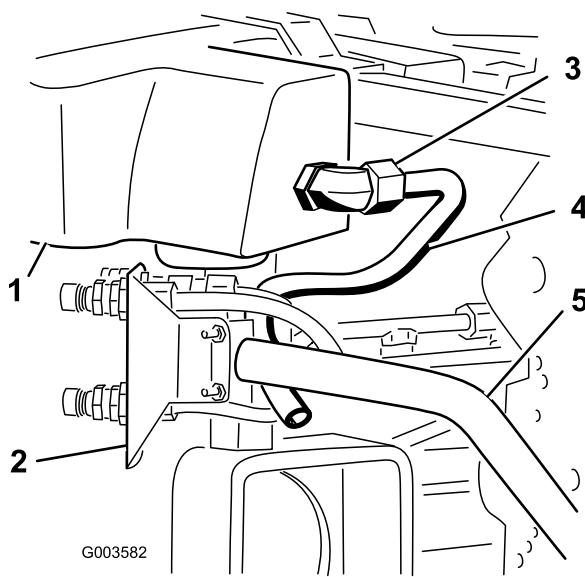
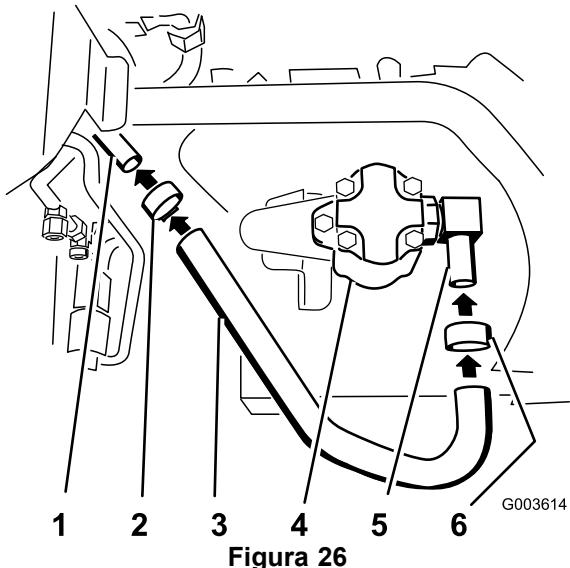
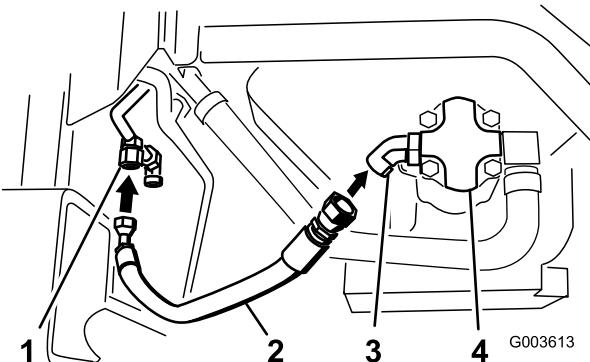
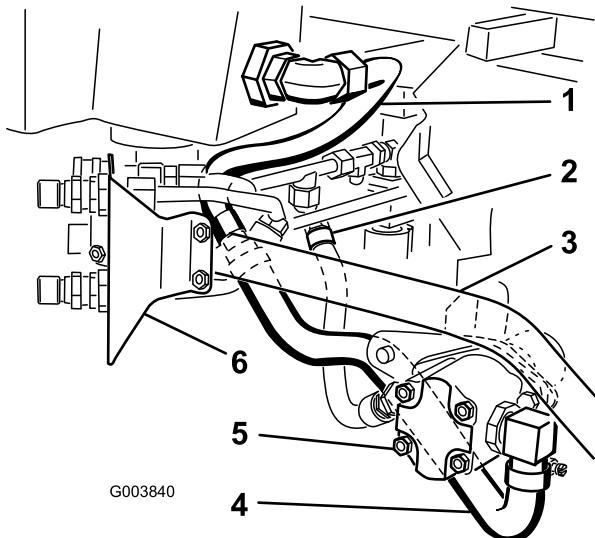

Figura 25
Figura 26
Figura 29
Figura 30
4. Posicione el tubo hidráulico N° 3 en la máquina según se muestra en Figura 25.
5. Conecte el tubo hidráulico N° 3 al codo grande de 90 grados conectado al filtro de malla y al depósito hidráulico (Figura 25 y Figura 30).
2. Conecte la manguera hidráulica grande al codo de 90 grados conectado al lateral de la bomba hidráulica (Figura 26 y Figura 30).
- Apriete una abrazadera alrededor de la manguera y del codo (Figura 26).
- Conecte la manguera hidráulica grande al tubo hidráulico N° 3 (Figura 26).
- Apriete la abrazadera alrededor de la manguera y del tubo hidráulico N° 3 (Figura 26).
- Instale la manguera hidráulica con los acoplamientos en el codo de 45 grados que está conectado a la bomba hidráulica (Figura 29 y Figura 30). Estará debajo del cilindro hidráulico.
- Consulte en Figura 30 la ubicación correcta de las mangueras y de los tubos hidráulicos que van a la bomba hidráulica.